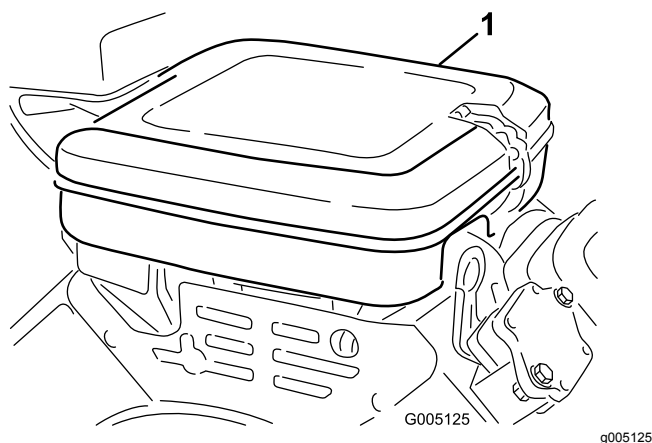

Figura 28
1. Limpe a cobertura do filtro de ar (Figura 28).